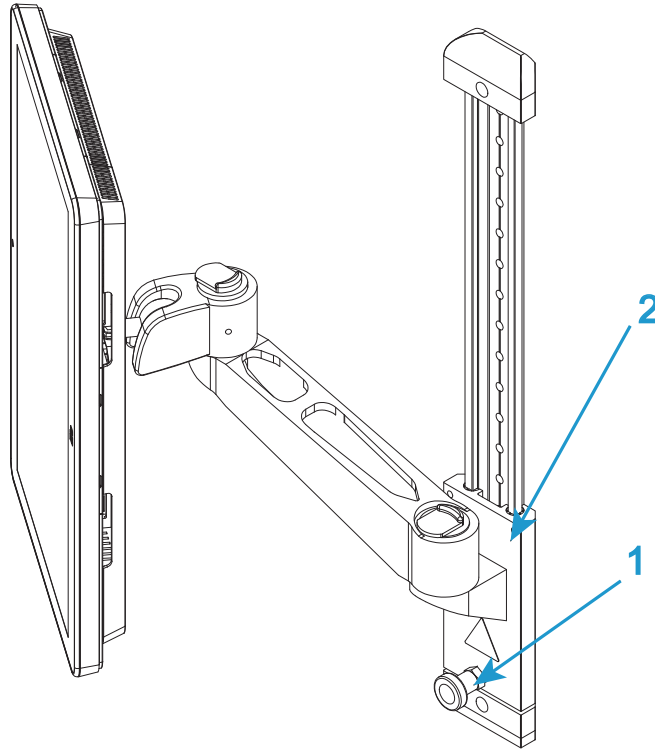

Abbildung 11. Höhenverstellung
1. Sie können die Höhe des Bluehill® Bedienerdashboard für eine komfortable Bedienung für alle Bediener einstellen. Lösen Sie die Verriegelung (1 in Abbildung 11 auf
Seite 50) und schieben Sie die Armhalterung (2 in Abbildung 11 auf Seite 50) in die gewünschte Höhe. Ziehen Sie die Verriegelung wieder fest.